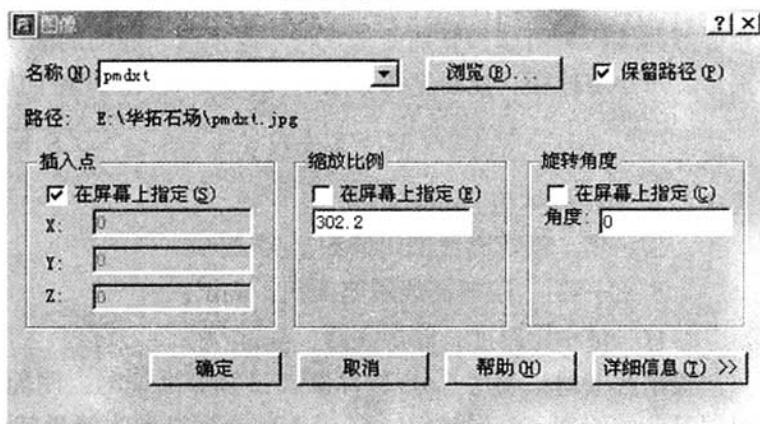

图 2 选择图像文件对话框
打开 CAD 软件, 利用默认设置创建新的图形。用鼠标点击菜单中“插入→光栅图像”命令, 系统显示“选择图像文件”对话框, 在对话框中选取图形文件“pmdxt.jpg”, 点击“确定”按钮, 此时系统显示“图像”对话框 (图 2), 把“缩放比例中”的“在屏幕上指定”选项按钮清空, 并在按钮下面的输入框中输入光栅图像的宽度, 单位为毫米, 点击“确定”按钮把图像以原图大小导入到 CAD 中。用鼠标选中导入的图形, 点击右键, 在弹出的菜单中点击“特性 (S)”, 在显示的特性对话框中查看光栅的高度和宽度, 确保导入到 CAD 的光栅与实际图形大小一致。